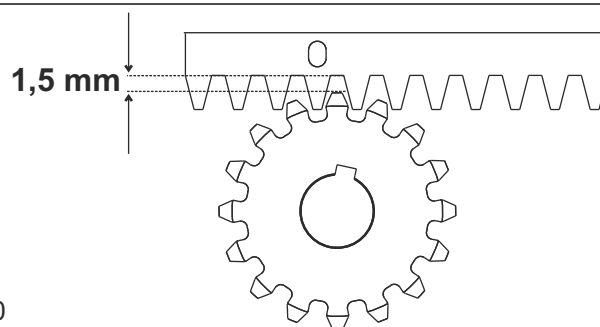

Fig. 10
5.6. Toute la crémaillère doit être surélevée de 1,5 mm pour éviter que le poids du portail repose sur le pignon (Fig.10); **Attention: laisser un jeu d'au moins 0,5 mm entre le dent du pignon et le dent de la crémaillère**